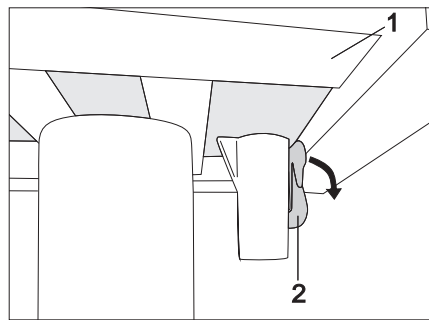

Bild 94 Arretierung Einsäulentisch (verriegelt)
- Arretierhebel (Bild 94,2) nach unten drücken.
- Tischplatte (Bild 94,1) in die gewünschte Position verschieben.
- Arretierhebel (Bild 94,2) wieder nach oben drücken.